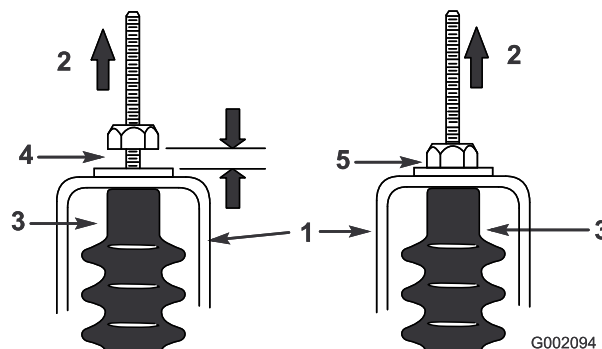

Figura 49
5. Puxe cada cabo de mudanças para se certificar de que existe folga de 0,76 a 1,52 mm entre a porca/anilha e o suporte neutro (Figura 49).